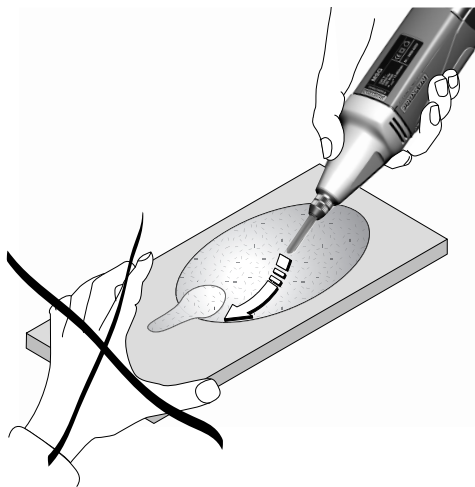
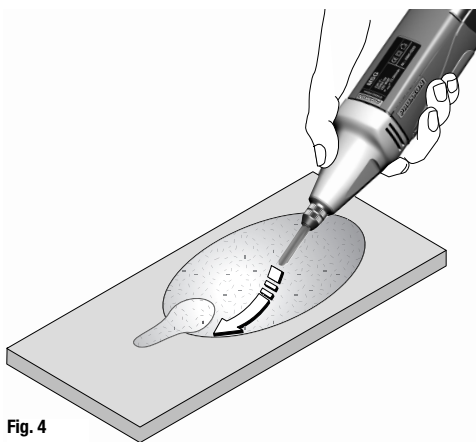

Fig. 3
Fig. 4
Во время работы всегда направлять инструмент от тела и никогда не подставлять пальцы или руку (рис. 3) в направлении резания. В случае соскальзывания Вы можете пораниться. Работайте, как показано на рис. 4!
5. Необходимо легко вести устройство рукой (рис. 4) и не прикладывать сильное давление. Чистого результата работы можно достичь, если устройство может проходить через материал без значительного давления. При перегреве обязательно выключить устройство и дать ему охладиться.